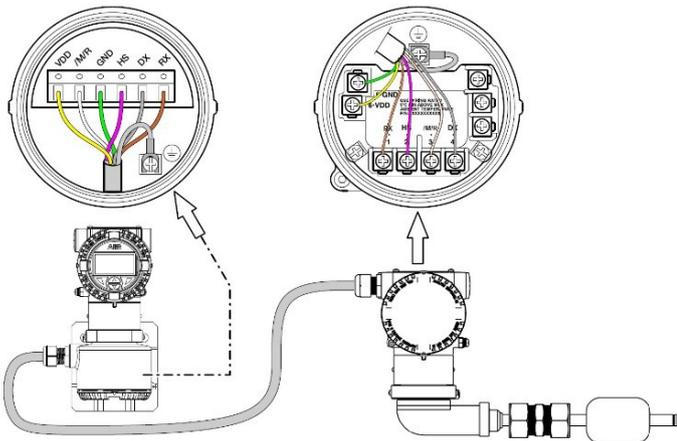

Figura 22 Versão remota: conectar o cabo de sinal
- 6 Conecte os fios nos terminais correspondentes (consulte a figura 22).